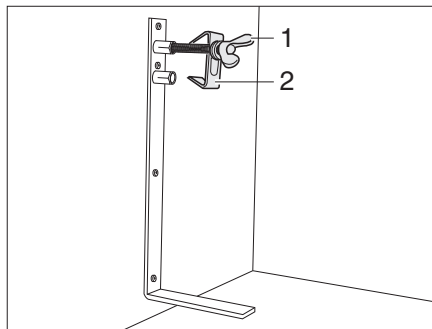

Fig. 189 Soporte para rueda de repuesto
- Soltar el tornillo (Fig. 189,1) y quitarlo junto con el centrado (Fig. 189,2).